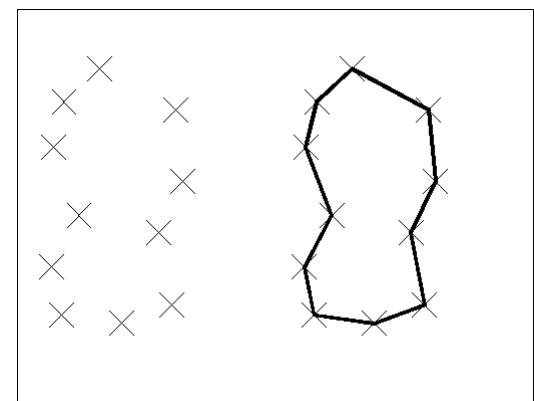

Fig.4.39
- [2] Désigner l'emplacement du ou des points (fig.4.39).